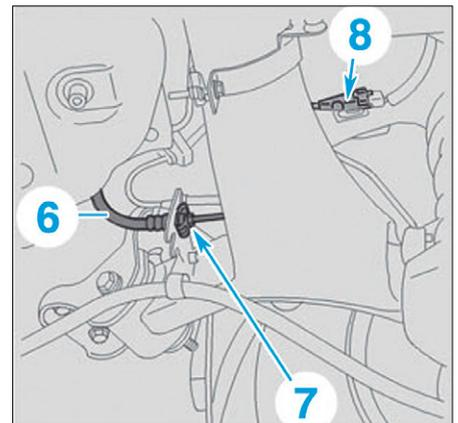
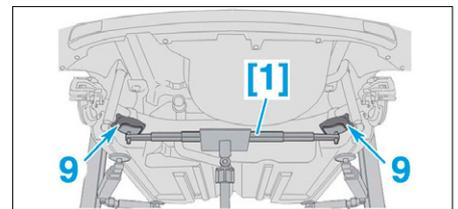

FIG. 44
FIG. 45
- désaccoupler les flexibles de frein (6) sur les tuyaux rigides de frein (7) (Fig.44),
- déconnecter les connecteurs (8),
- Positionner l'outil [1] en appui sous les coupelles de ressort de suspension (9) (Fig.45).